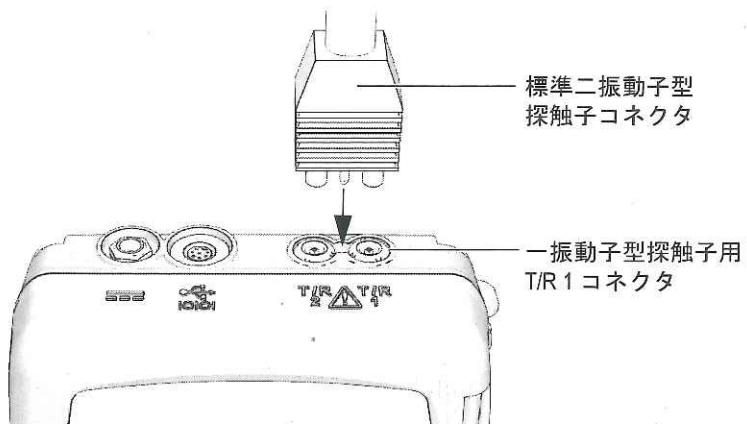

図 5-1 探触子の接続
1. 38DL PLUS ケースの上面の探触子コネクタに探触子を差し込みます（60 ページ 図 5-1 参照）。一振動子型探触子には、T/R 1 を使用します。